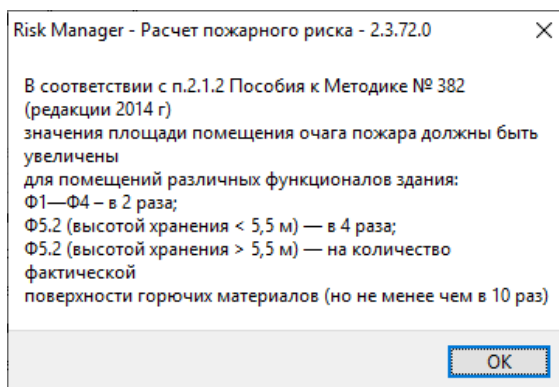

Рис. 8.12. Площадь горения
- Укажите максимальную площадь горения в соответствии с Пособием к Методике (см.рис.8.12), либо укажите свое значение.